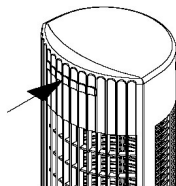

Bild 1
- Drücken Sie die Fernbedienung in den Ventilator (Bild 1).